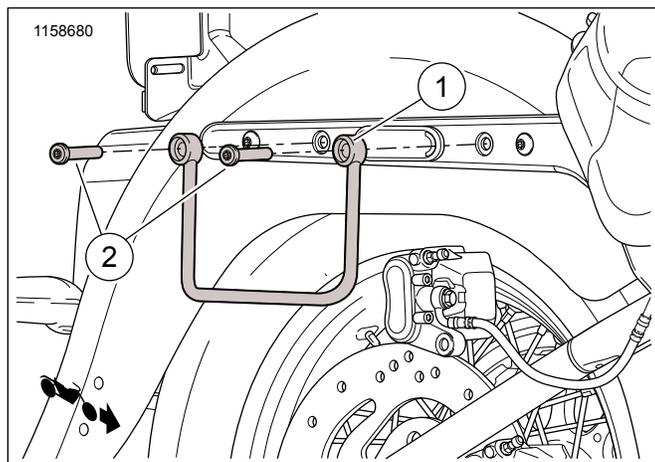

Figura 2. Piezas de servicio: Rieles de soporte de alforjas
Vea Figura 2 y Tabla 1
4. Figura 2 Instale el riel de soporte (1) en el soporte del guardabarros trasero usando el tornillo (2) del kit.
6. Figura 2 Instale el riel de soporte (1) en el soporte del guardabarros delantero usando el tornillo (2) del kit.